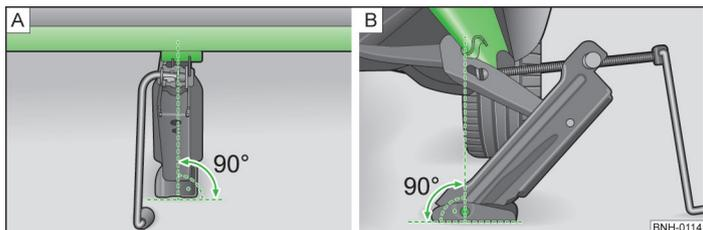

Fig. 114 Application du cric
- Appliquez le cric de façon à ce que la griffe entoure la nervure » fig. 114 - B en dessous de l'estampille de la surface latérale sur le bas de caisse.
- Assurez-vous que l'embase du cric repose sur toute sa surface sur un sol plat et s'applique perpendiculairement » fig. 114 à l'emplacement où la griffe entoure la nervure.